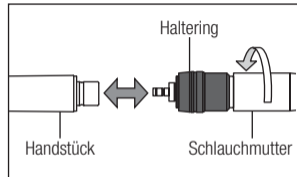

Abb. 3
- 1) Führen Sie der Kupplung in den Schlauchanschluss und ziehen Sie die Schlauchmutter an. (Abb. 3)